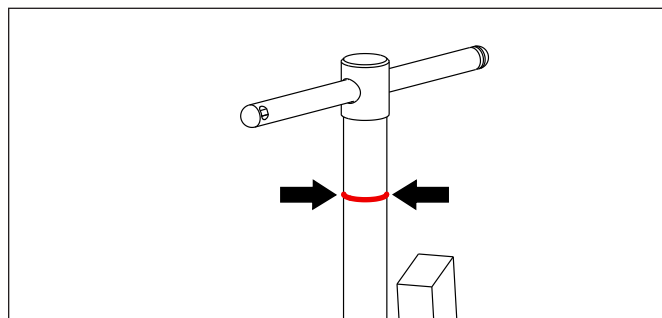

図4: ねじ止めのインジケーター (赤色の輪)
- 取り外す部品の上にプーラーを取り付けた後に、ねじ止めのインジケーターが見えることを確認してください。位置については図4を参照してください。スピンドルを時計回りに回しすぎている場合、インジケーターは隠れており、ねじ止めの量が十分でないことを示しています。